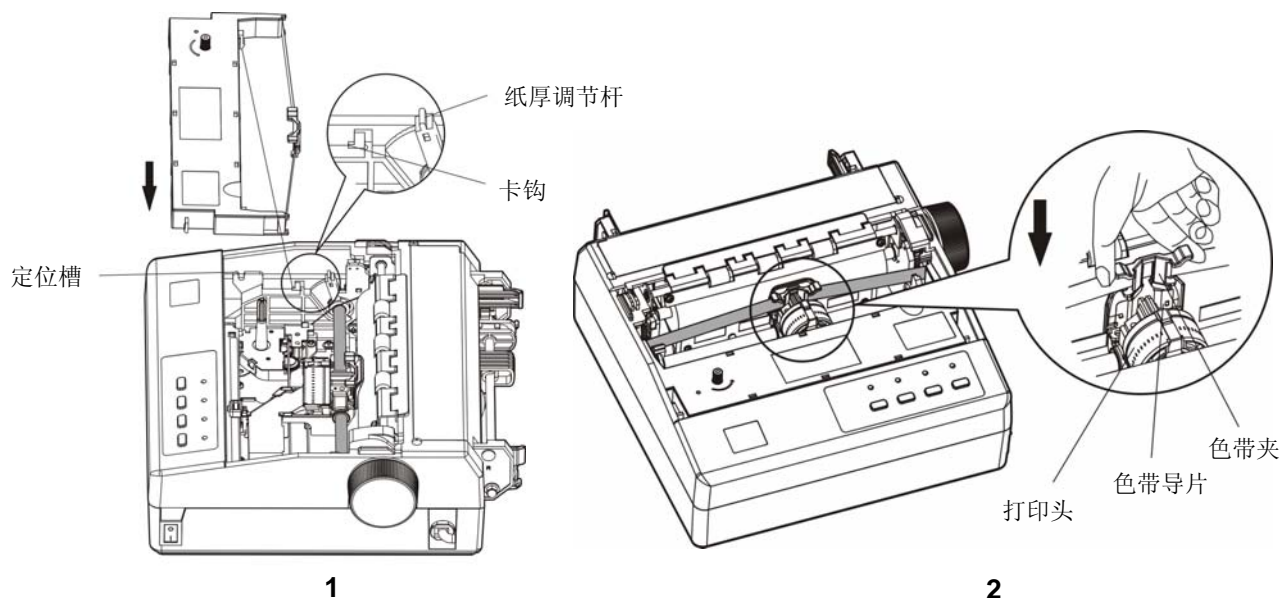

图 1-7 安装色带盒
4. 拿住色带盒，色带盒旋钮朝上（如图 1-7 所示）。先把纸厚调节杆调到适当位置，再将色带盒的卡臂倾斜置入打印机中的卡钩；向前向下轻按压下，使色带盒两侧的定位块卡进打印机的定位槽，以确保色带盒安装到位，然后一边沿色带盒上的箭头方向轻旋色带盒旋钮，一边把色带夹连同色带芯放进打印头前端与色带导片之间，并按下到位。最后根据打印纸类型设置纸厚调节杆位置（详细说明请参考用户手册第三章）。